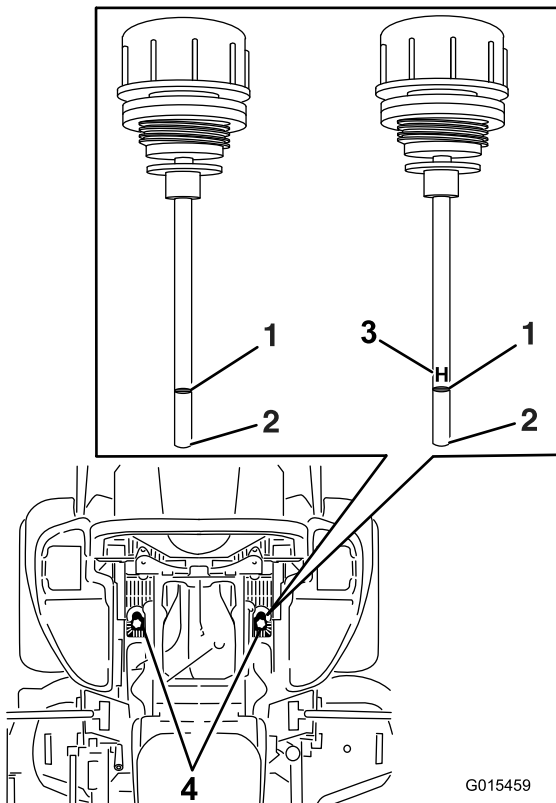

Figura 86
5. Limpie la zona alrededor de las varillas de los depósitos del sistema hidráulico (Figura 86).
6. Retire una varilla del depósito hidráulico (Figura 86).
8. Retire la varilla e inspeccione el extremo (Figura 86).